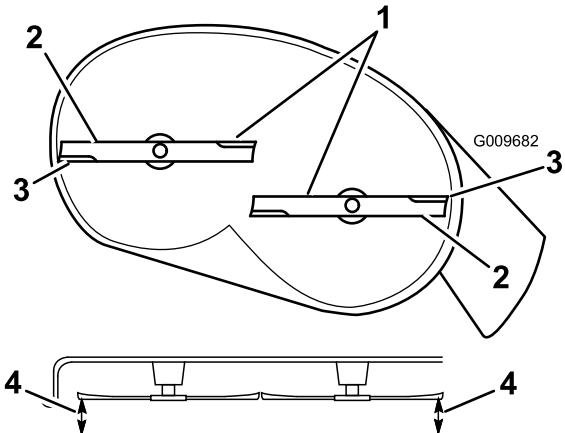
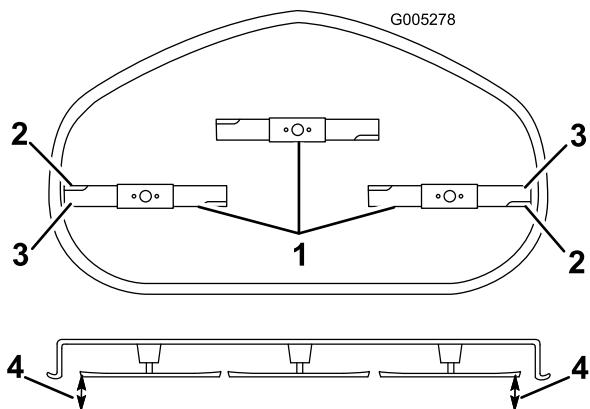

Figure 51
Figure 52
- Faites pivoter la ou les lames avec précaution pour qu'elles soient toutes parallèles (Figure 51 et Figure 52).
- Mesurez la distance entre les tranchants extérieurs et le sol plat (Figure 51).